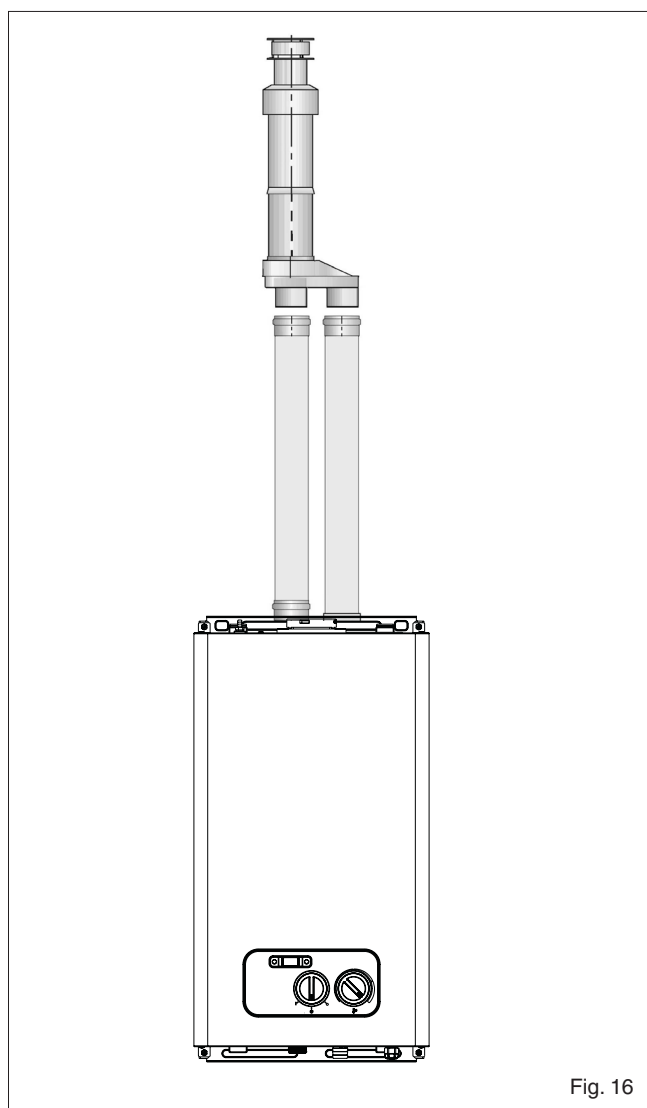

Fig. 16
4.5.3.3 VERTICAL TERMINATION (fig. 16)